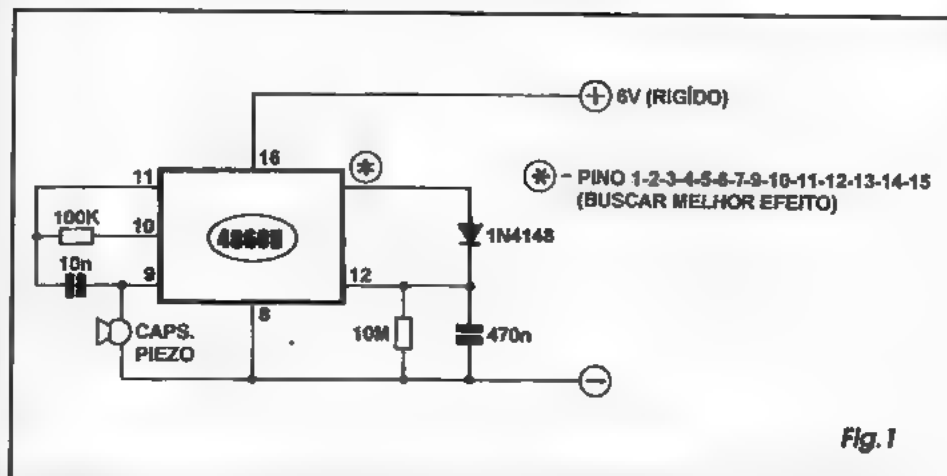

Fig. 1
**- FIG. 1 - DIAGRAMA ESQUEMÁTICO DO CIRCUITO -** O integrado C.MOS (família digital já estudada em aulas específicas, anteriormente no nosso *Curso*...) 4060 é um componente muito *gostoso* de se trabalhar com ele, a nível de projeto e também de experimentação, devido à sua grande versatilidade: basicamente contém uma série de divisores por 2 (contadores, biestáveis...), *enfileirados*, a saída de cada um ligada à entrada do seguinte (e também com a maioria das saídas externamente acessível, para aproveitamentos ou comandos *fora* do integra-